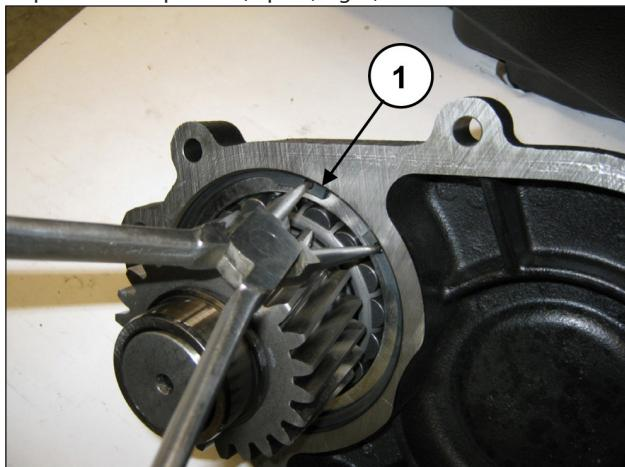

Fig. 7
Déposer le circlip Ø120 (rep. ①, Fig. 7).